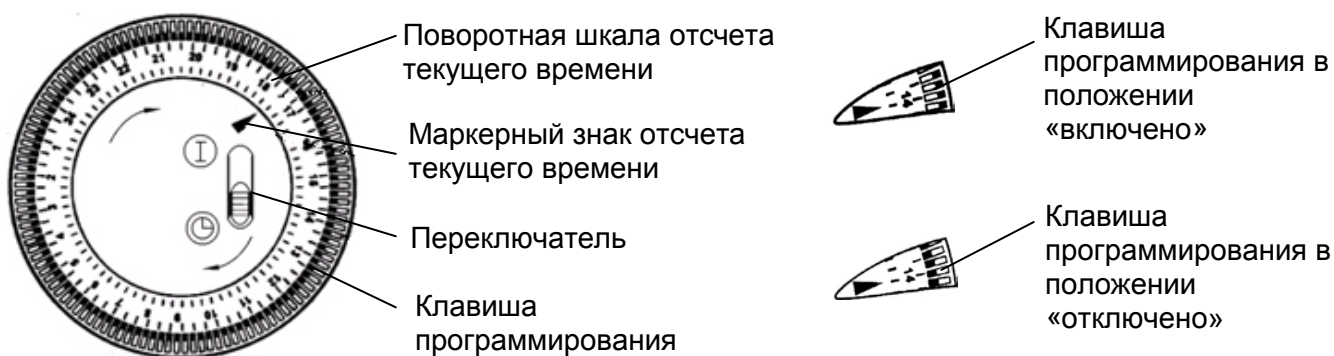

Рис. 3
5.7 Переведите клавиши ступенчатого регулятора мощности в отключённое положение «0», совместите «риску» на ручке термостата со знаком \* на корпусе конвектора, установите переключатель таймера (для моделей с таймером) в положение «I» (см. рис.3). Конвектор готов к работе
Клавишами программирования таймера (см. рис. 3) установите желаемые интервалы времени «включенного» и «отключенного» состояния конвектора. Поворотом шкалы отсчета текущего времени таймера в направлении стрелки установите текущее время, совместив его с маркерным знаком ▲ отсчета текущего времени. Включите таймер, установив переключатель в положение ⌚ В положении «I» выключателя таймер выключен (что эквивалентно установке всех клавиш программирования в положение «включено»). Дискретность программирования времени – 15 минут (1 клавиша). Время программирования – сутки (24 часа). Число повторов исполнения программы – не ограничено.
Демонтаж опор конвектора производится следующим образом: открутите винты 4 крепления опор 3 (рис.3) и снимите опоры.